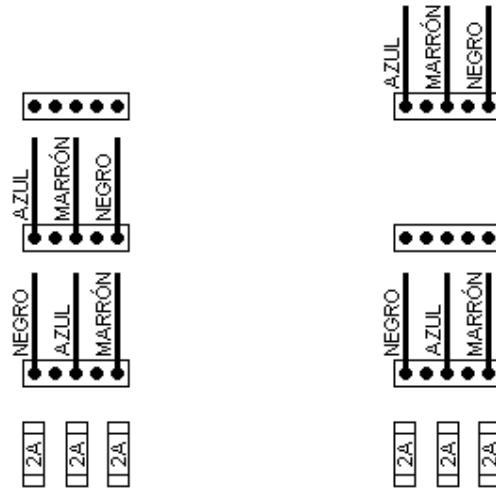

Figura 5
- 2) Cambiar la conexión del transformador auxiliar según la Figura 5